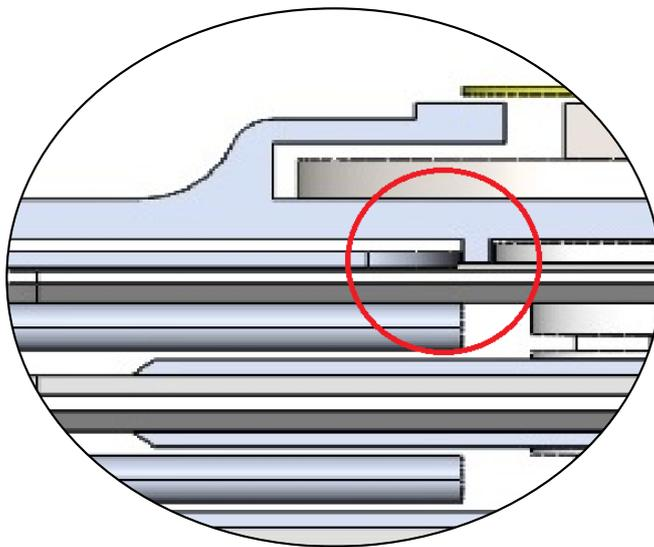

Рисунок 12
6.4 Вставьте соединитель плотно до упора (рисунок 12).